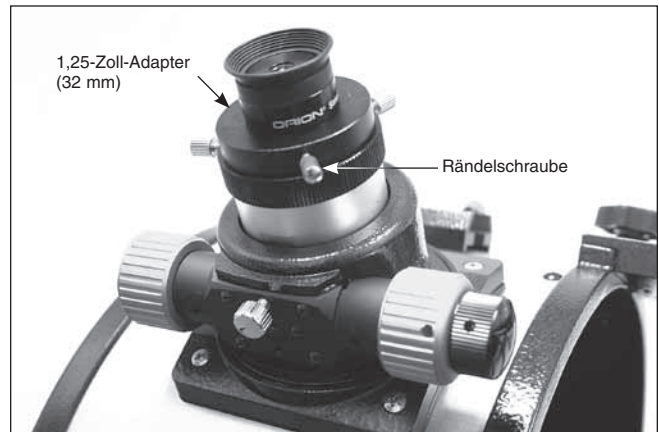

Abbildung 30. Das in den Fokussierer eingesetzte Sirius-Plössl-Okular mit 1,25 Zoll (32 mm).
- Um das Sirius-Plössl-Okular mit 1,25 Zoll (32 mm) anstelle des DeepView-Okulars mit 2 Zoll (51 mm) einzusetzen, lassen Sie den 1,25-Adapter im Okularauszug. Achten Sie darauf, dass die beiden Rändelschrauben am 2-Zoll-Adapter fest angezogen sind. Lösen Sie nun die Rändelschraube am 1,25-Zoll-Adapter (32 mm), nicht aber die beiden Rändelschrauben am 2-Zoll-Adapter (51 mm). Setzen Sie das 1,25-Zoll-Okular (32 mm) in den 1,25-Zoll-Okularadapter ein, und befestigen Sie es durch Festziehen der Rändelschraube am Okularadapter (Abbildung 30). Das andere Okular kann im Okulargestell aufbewahrt werden, bis Sie es benötigen.